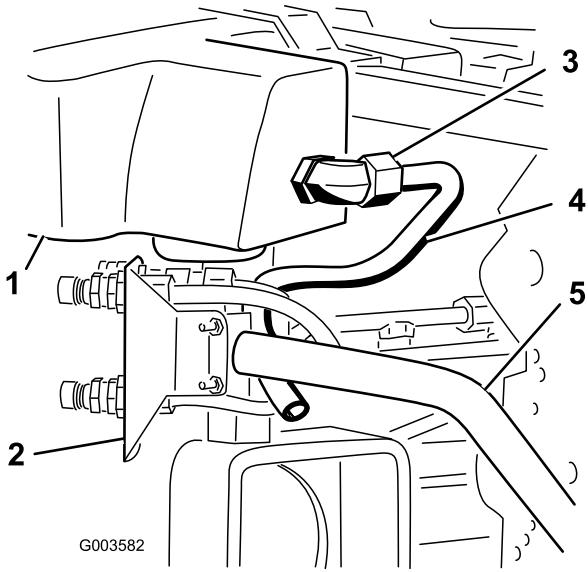
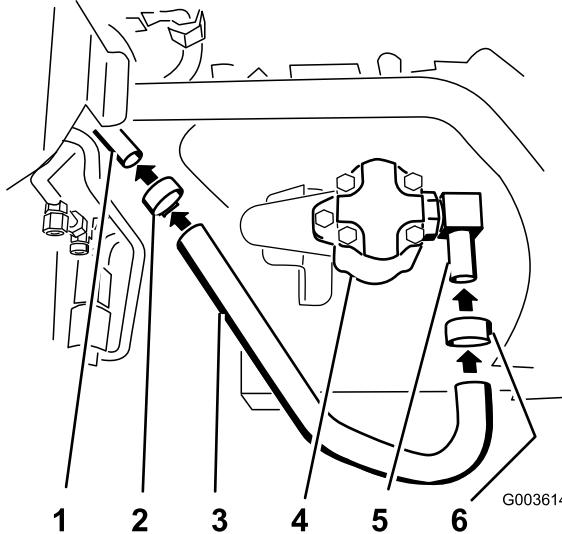
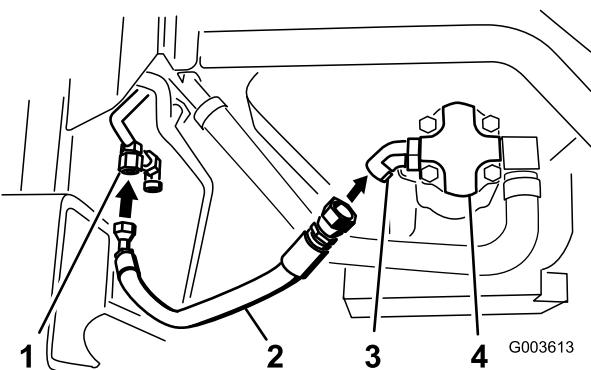
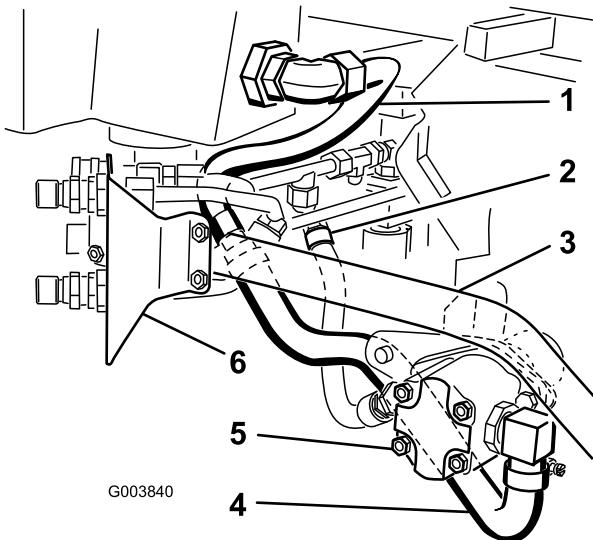

Figure 25
Figure 26
Figure 29
Figure 30
4. Placez la conduite hydraulique n° 3 dans la machine comme montré à la Figure 25.
5. Raccordez la conduite hydraulique N° 3 au grand raccord coudé à 90° qui est monté sur la crépine et le réservoir hydraulique (Figure 25 et Figure 30).
2. Raccordez le grand flexible hydraulique au raccord coudé à 90° qui est monté sur le côté de la pompe hydraulique (Figure 26 et Figure 30).
3. Serrez un collier sur le flexible autour du raccord coudé (Figure 26).
4. Raccordez le grand flexible hydraulique à la conduite hydraulique N° 3 (Figure 26).
5. Serrez le collier autour du flexible et de la conduite hydraulique N° 3 (Figure 26).
8. Branchez le flexible hydraulique muni de raccords au raccord coudé à 45° qui est fixé à la pompe hydraulique (Figure 29 et Figure 30). Il va se trouver en dessous du vérin hydraulique.
9. Reportez-vous à la Figure 30 pour positionner correctement les flexibles et les conduites hydrauliques sur la pompe hydraulique.